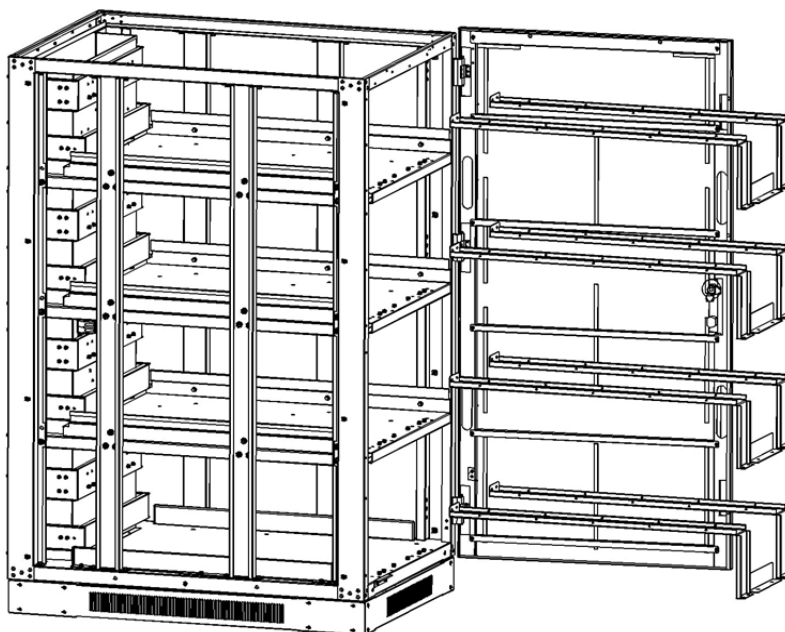

Figura 5-30
3. Retire todos los tornillos de los soportes de retención de la batería y retire los soportes de retención (Figura 5-30).